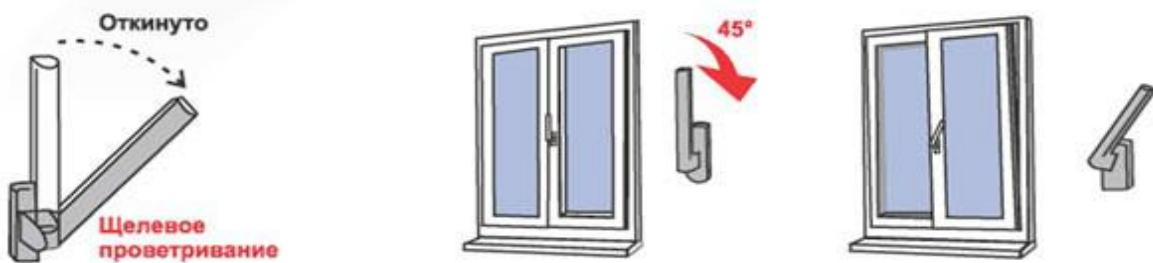

Рис. 3
4) Для перевода створки в положение **«Проветривание»** ручку поворачивают из положения «Откинуто» в положение **«Проветривание»** на 45 градусов (см. Рис. 3). При этом створка окна (после небольшого поворота относительно нижней горизонтальной оси) фиксируется, будучи неплотно прижатой к раме окна вверху. Зазор между рамой окна и створкой (в верхней части) в данном режиме может составлять от 5 до 10 мм. и регулируется небольшим поворотом ручки (**щелевой режим**).